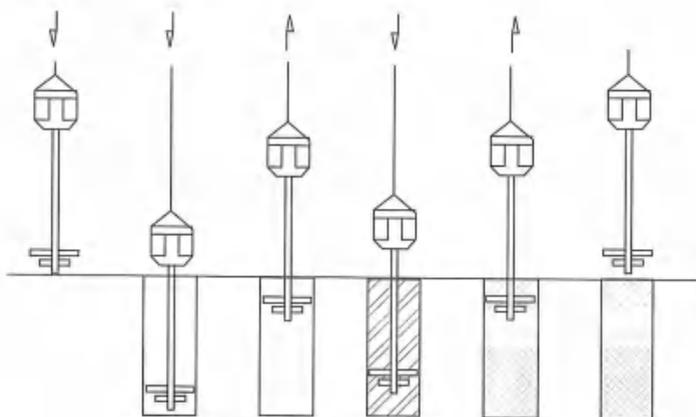

图7-5 灌注桩——水泥搅拌桩
(1) 灌注桩——水泥搅拌桩：将水泥作为固化剂的主剂，利用搅拌桩机将水泥喷入土体并充分搅拌，使水泥与土发生一系列物理化学反应，使软土硬结而提高地基强度，如图 7-5 所示。
(2) 成本分析。